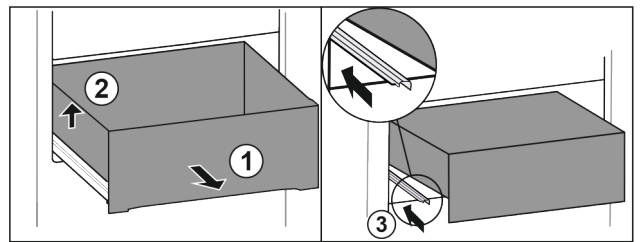

Fig. 31
- ▶ Lade tot de aanslag eruit trekken. Fig. 31 (1)
- ▶ Lade links optillen. Fig. 31 (2)
- ▶ Linker rail erin schuiven. Fig. 31 (3)